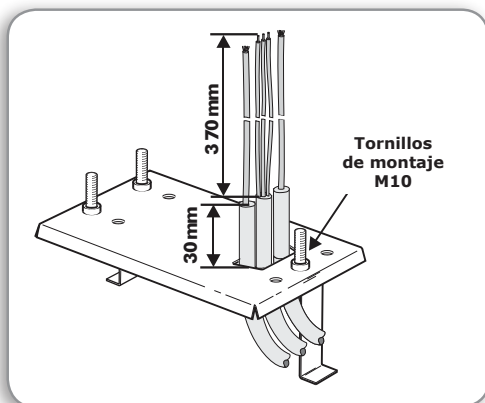

FIGURA 14
2. Verificar que todos los cables y conductores de cables sobresalgan por lo menos 400mm sobre la placa base una vez instalada como se muestra en la Figura 14.